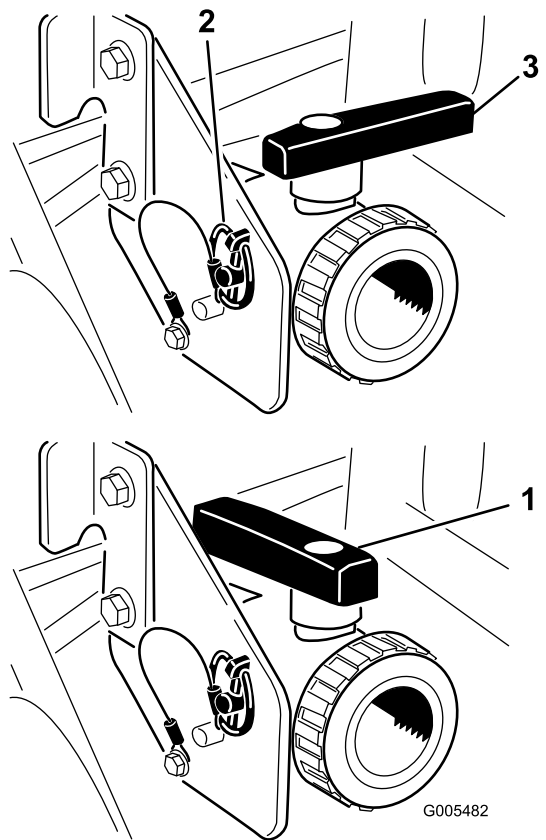

Figure 26
Ouvrez le robinet pour vidanger tout produit restant dans la cuve et éliminez le produit en conformité avec la réglementation locale et les instructions du fabricant du produit (Figure 26). Une fois la vidange terminée, enlevez du support la goupille à anneau qui fixe le robinet de vidange à la machine et laissez le robinet reposer sur le sol. Cela permet au liquide encore présent dans la canalisation d'être vidangé.
3. Lorsque la cuve est complètement vide, fixez le robinet au châssis avec la goupille à anneau enlevée précédemment et fermez le robinet de vidange (Figure 26).